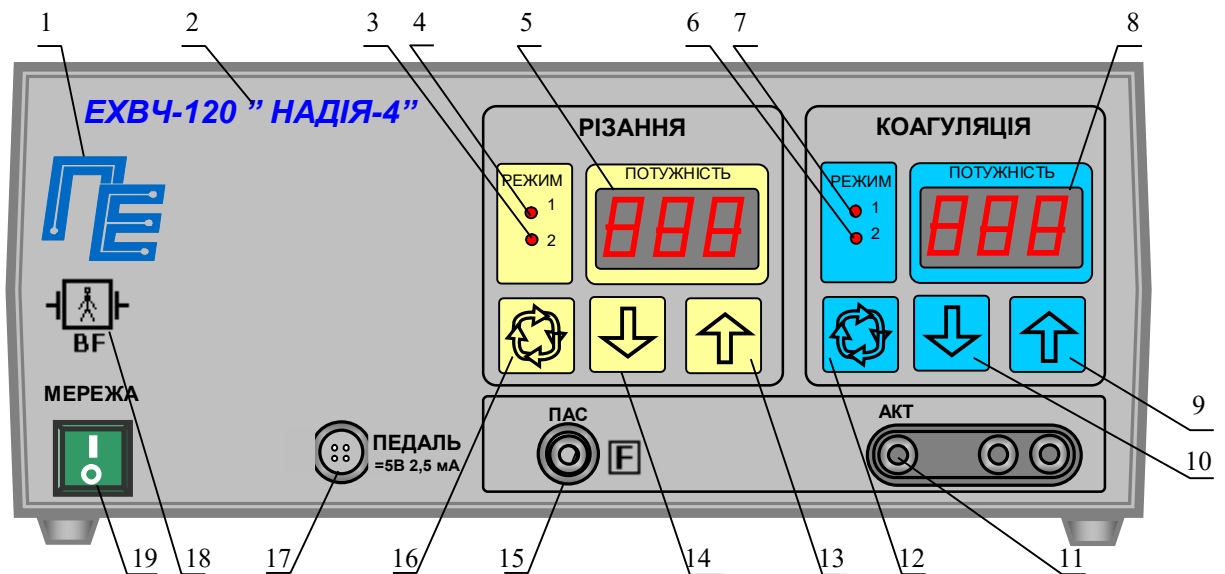
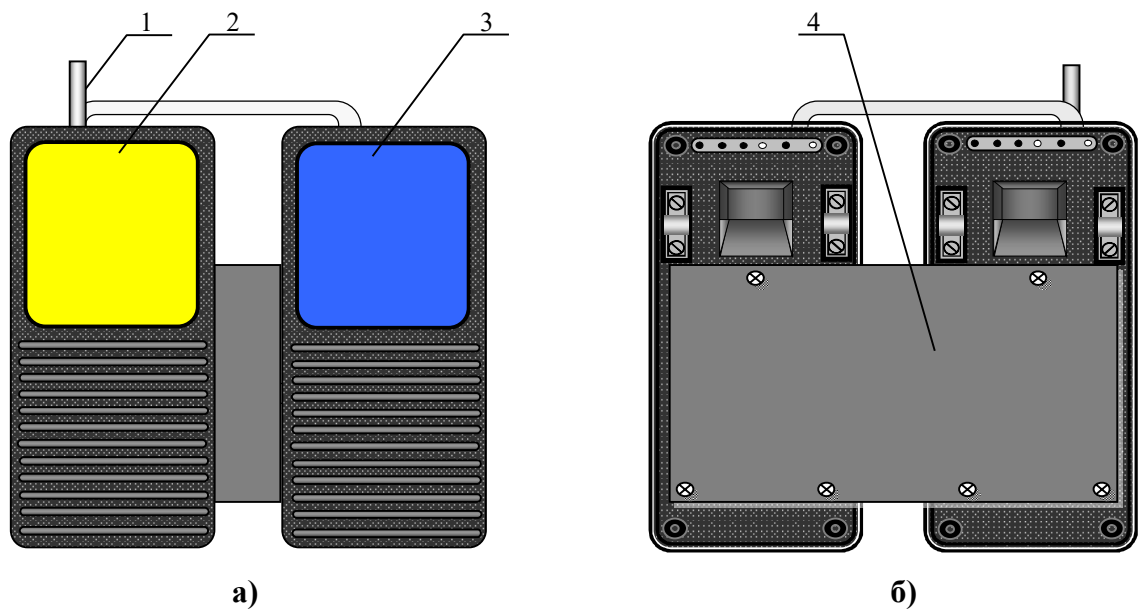

Рис.1. Передня панель електронного блоку.
Рис. 3. Ножна педаль
Конструктивно апарат виконаний у вигляді двох окремих блоків - електронного блоку (рис. 1,2) і ножної педалі (рис. 3).
На передній панелі електронного блоку розташовані наступні органи управління і індикації (рис.1):
Конструкція ножної педалі (рис.3) є підлоговою конструкцією, на якій розташовано дві рухомі платформи: ліва (2) - для включення виду роботи РІЗАННЯ, права (3) - КООГУЛЯЦІЯ.
- включити апарат, для чого встановити вимикач “МЕРЕЖА” в положення “**I**”. При цьому висвітлюються індикатори: “МЕРЕЖА”, вибраних режимів роботи. На індикаторах (5,8 рис.1) висвітлюються цифри встановленого рівня вихідної потужності;
- перевірити переключення режимів роботи, для чого послідовно натискаючи кнопки (12, 18 рис.1), переконатися, що апарат послідовно перемикає режими 1, 2 для РІЗАННЯ і режимів 1, 2 для КОАГУЛЯЦІЯ по послідовному загорянню відповідних індикаторів (3, 4, 6, 7 рис.1);
- перевірити регулювання рівня вихідної потужності, для чого, натиснувши кнопки управління (9, 13 рис. 1), переконатися, що відбувається збільшення показань індикатора рівня вихідної потужності, а натиснувши кнопки управління (10, 15 рис.1), переконатися, що відбувається зменшення показань індикатора рівня вихідної потужності. Перевірку провести як для виду робіт РІЗАННЯ так і для виду робіт КОАГУЛЯЦІЯ. Слід пам'ятати, що встановлені рівні вихідної потужності запам'ятовуються для кожного виду і режиму роботи. Види роботи включаються тільки по черзі.